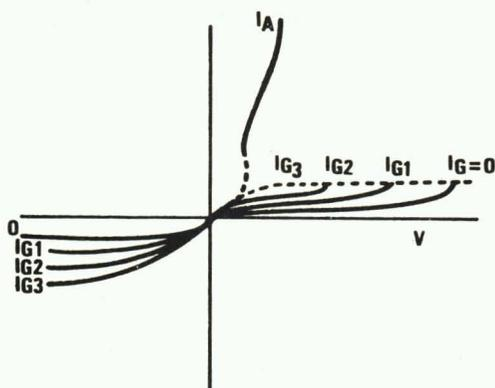

FIGURA 2
Vamos supor, agora, a aplicação de uma corrente de porta tal que faça com que $\alpha_1 + \alpha_2 = 1$, ou seja, o denominador da relação (5) vá a zero. Isto quer dizer que a corrente I_A irá tender ao infinito, correspondendo à condução da junção PNP. Quando isto ocorre, o coletor de Q1 fornece a corrente necessária a Q2, o que dispensa a presença da corrente de porta. A figura 2 mostra o comportamento do SCR, em função da corrente de porta.